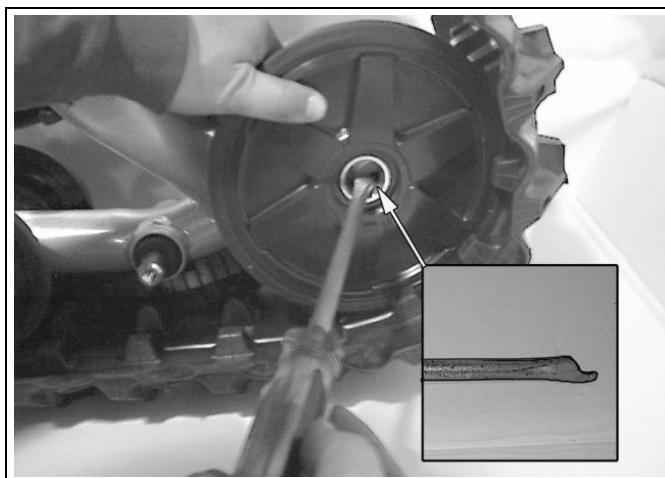

Figura 18
- Se si opera sui sistemi di cingoli posteriori, reinstallare le ruote da 133 mm (vedere Figura 18).